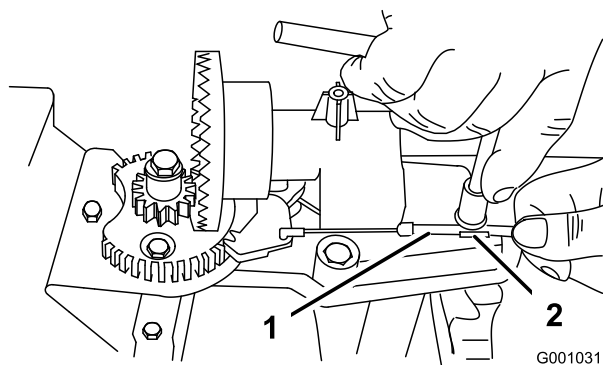
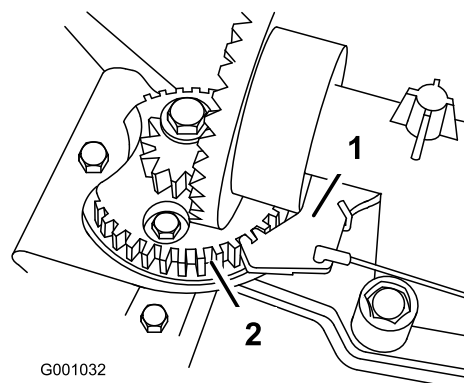

Figure 58
Figure 59
2. Desserrez le boulon du serre-câble (Figure 58).
3. Saisissez la gaine du câble et déplacez-la vers l'avant de la machine jusqu'à ce que le cliquet de verrouillage de l'éjecteur s'engage complètement dans les dents du secteur (Figure 58 et Figure 59).
Remarque: Le cliquet est rappelé par ressort et s'engage naturellement dans les dents du secteur (Figure 59).